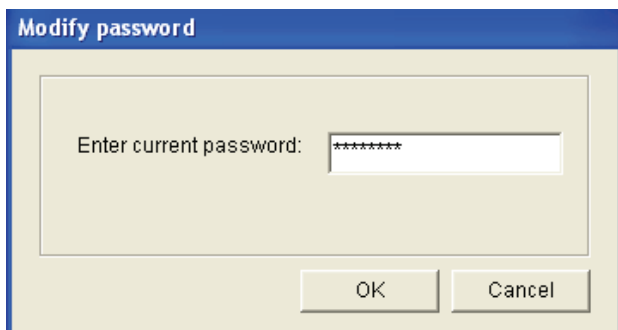

figura 8.21: Janela de introdução da palavra-passe
- 1 No menu principal, clique na tecla Modify password. Aparecerá a janela que se segue (consulte a figura 8.21).